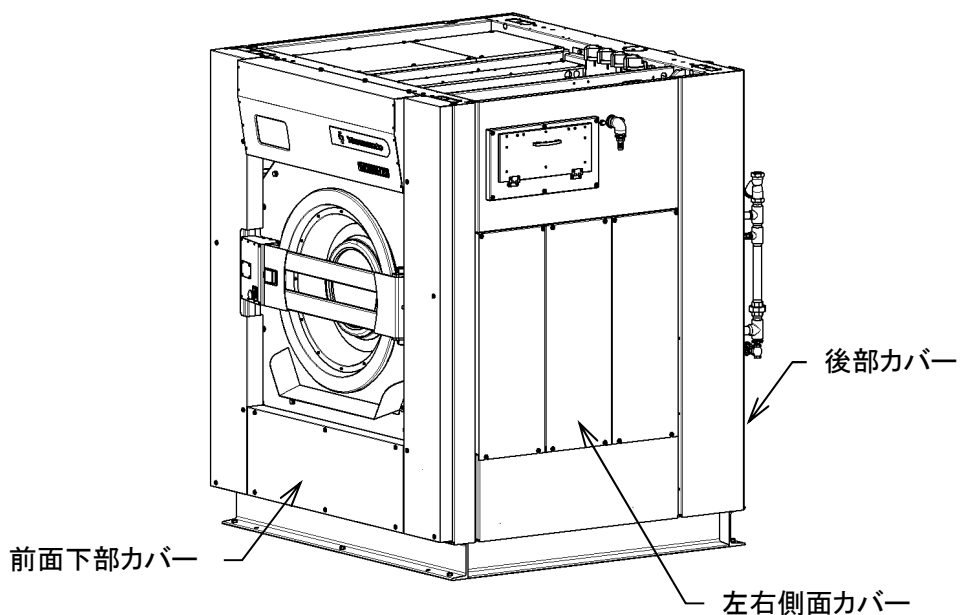

図 4-4
1) 左右側面、前面下部カバー、後部カバーを外します。(図 4-4)